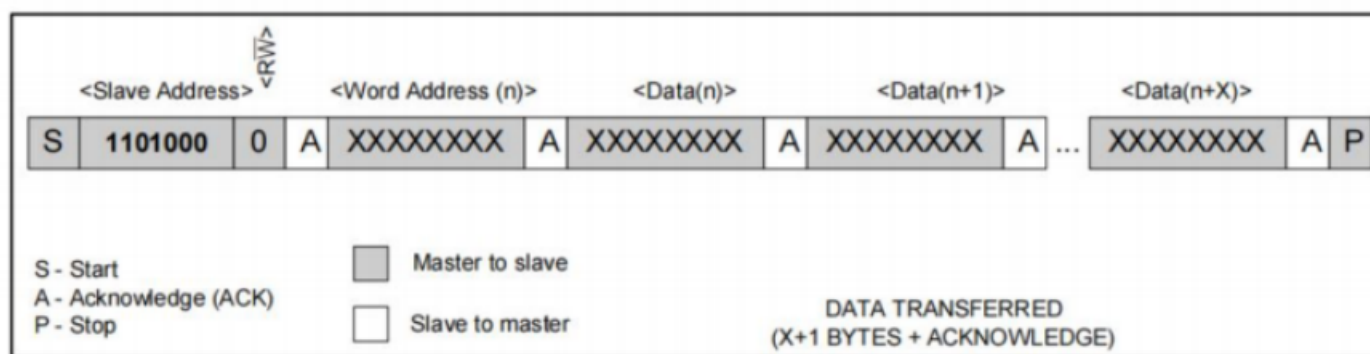

图 6 数据写入——从接收器模式
1、从接收器模式(写入模式):器件通过SDA 和 SCL 接收串行数据和时钟信号。每接收一个字节就发送一个应答位。START 和STOP 位于串行传递的始末端。硬件在接收到从地址和方向位(见图6)后，自动执行地址识别。主器件发起START 条件后，接收到的第一个字节是从地址。此地址字节包含有7 位的1307 地址：1101000,接着是指定位(R/ $\overline{W}$) (此时该位为0)。在接收到并解码出地址信息 后，1307在 SDA线上输出一个应答位。在1307应答从地址+写入位之后，主器件将发送一个寄存器 地址到1307,当1307应答此次传